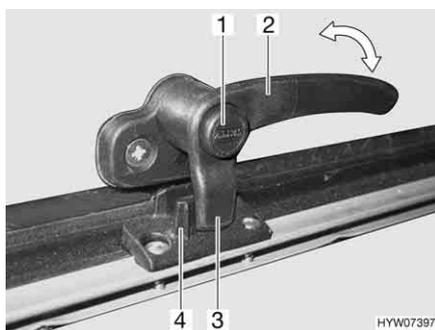
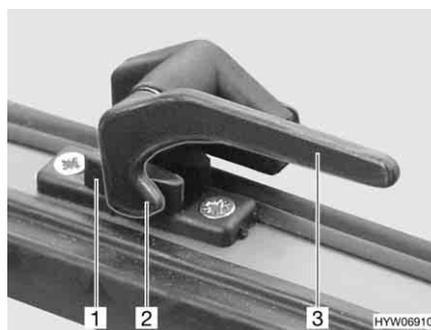

Bild 66 Verriegelungshebel mit Sicherungsknopf in Stellung "geschlossen"
Bild 67 Verriegelungshebel in Stellung "geschlossen"
- Wenn vorhanden, Sicherungsknopf (Bild 66,1) drücken und gedrückt halten.
- Den Verriegelungshebel (Bild 66,2 oder Bild 67,3) eine viertel Umdrehung zur Fenstermitte hin drehen.
- Den Verriegelungshebel (Bild 66,2 oder Bild 67,3) eine viertel Umdrehung zum Fensterrahmen hin drehen. Die Verriegelungsnase (Bild 66,3 oder Bild 67,2) am Verriegelungshebel liegt komplett auf der Innenseite der Fensterverriegelung (Bild 66,4 oder Bild 67,1).
- in Stellung "fest verschlossen" (Bild 66 und Bild 67)